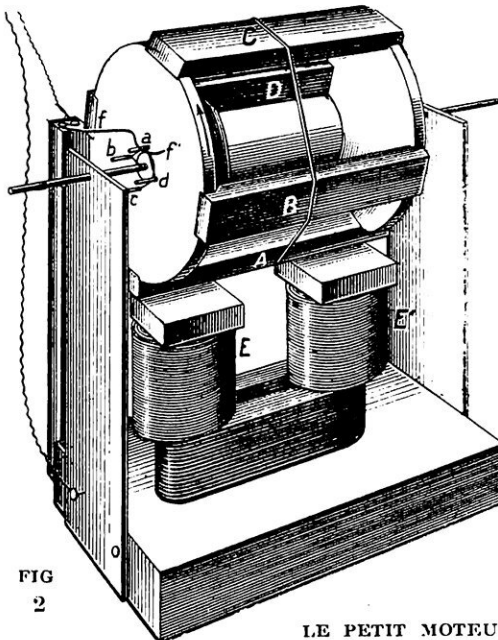

FIG 2
Voici maintenant un moteur rotatif (fig. 2) ; ici, plus de pièce animée d'un mouvement de va-et-vient ; la seule pièce mobile, qui a la forme générale d'un cylindre, tourne avec un axe qu'elle entraîne et qui porte la poulie. Comme dans le moteur précédent, la partie active de l'appareil consiste en un électro-aimant $E F'$; au-dessus, on voit une bobine en bois à la périphérie de laquelle sont légèrement encastrées, puis ficelées au moyen d'un fil de laiton quatre pièces rectangulaires en fer (1) ; au milieu du trou se trouve, scellée au plâtre, une aiguille à tricoter qui servira d'axe à l'appareil et au bout de laquelle on peut fixer une